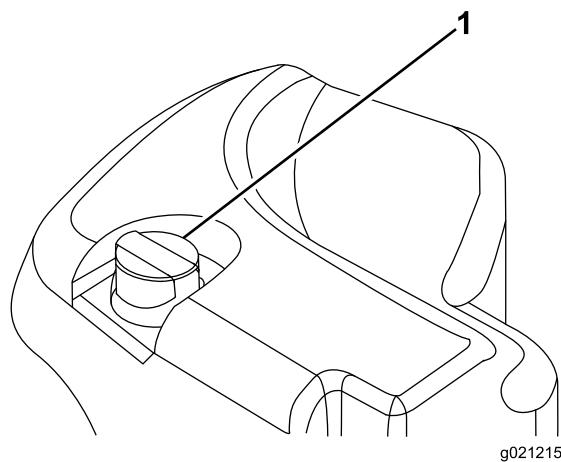

図 33
2. 油圧オイルタンクの注油口周辺をきれいに拭く 図 33。